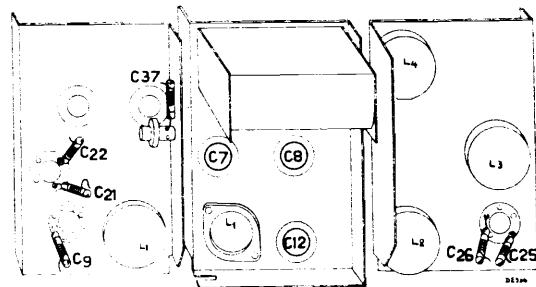

Fig. 2
1. Alvorens tot trimmen over te gaan, de was op de betr. condensatoren (fig. 2) met een warme soldeerbout los maken; na het trimmen de was wederom zacht en daarna hard laten werden.